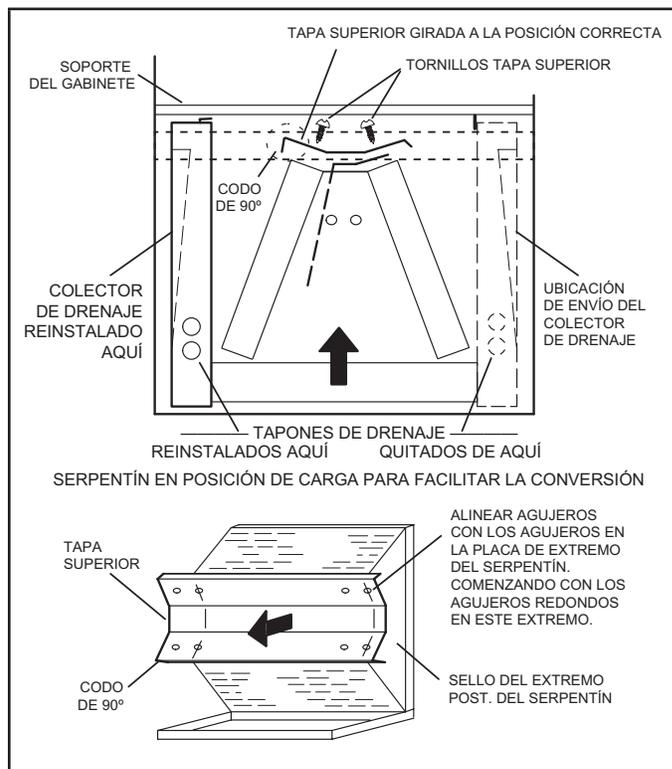

FIGURA 8. Modificación en el sitio para la descarga a la izquierda
- 7 - Gire la tapa superior 180° de adelante hacia atrás y alinéela con los orificios para tornillos sin usar. Los orificios se deben alinear con las placas del extremo trasero del serpentín. La tapa superior tiene un codo de 45° en un lado y un codo de 90° en el otro. **El codo de 90° debe estar en el mismo lado que el colector de drenaje horizontal** como se muestra en la Figura 8.